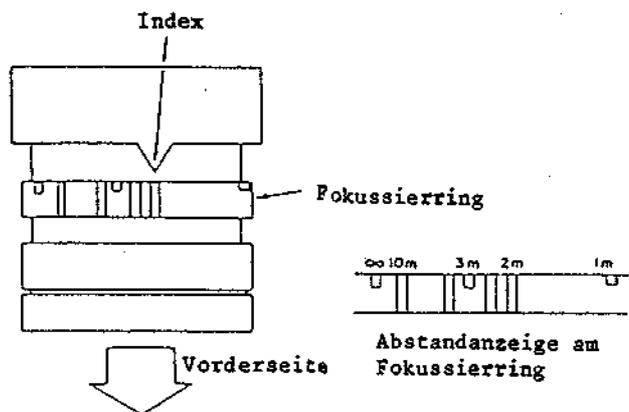

Abb. 4-3 Rückfokus-Einstellung
(4) Ruckfokus (Abb. 4-3, 4-4)
1. Das Kamerateil drei (3) Meter entfernt von der Rückfokus-Prüftafel anordnen und die Tafel mit etwa 100 Lux ausleuchten.
2. Den Zoom-Ring (Brennweiterring) auf Weitwinkel und den Fokussiering (Entfernungsring) auf drei (3) Meter einstellen (siehe Abb. 4-3).